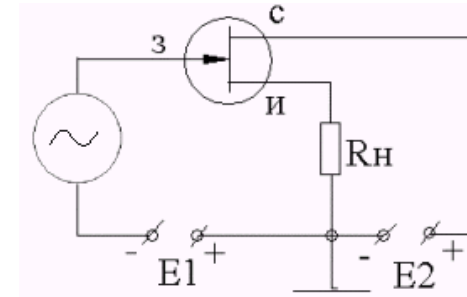

Рисунок 1.35 – Схема с ОС
**Схема с ОС** (рисунок 1.35).